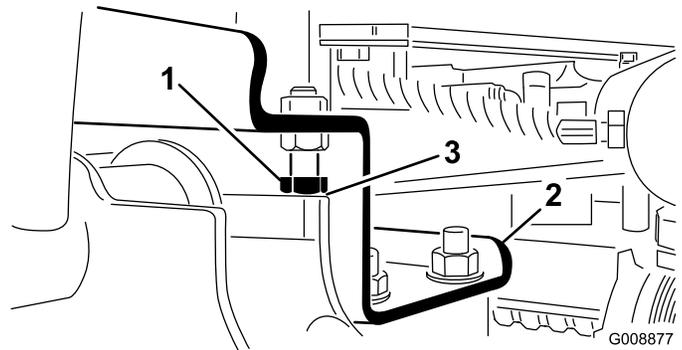

Figure 26
- Desserrez les boulons d'arrêt et ajustez le vérin afin d'obtenir l'écartement voulu (Figure 26).
- 2. Vérifiez que l'écartement entre chaque bras de relevage et le boulon d'arrêt est de 0,13 à 1,02 mm (Figure 26).